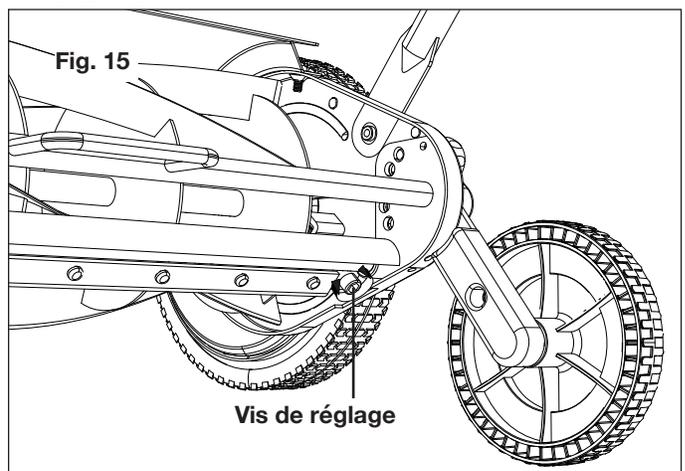

Fig. 15
2. La lame du guide de coupe qui est située sous le rouleau est capable de pivoter. Les deux vis de réglage situées à l'arrière de la tondeuse éloignent le guide de coupe des lames quand on les tourne dans le sens contraire des aiguilles d'une montre; ils le rapprochent des lames quand on les tourne dans le sens des aiguilles d'une montre (Fig. 15).